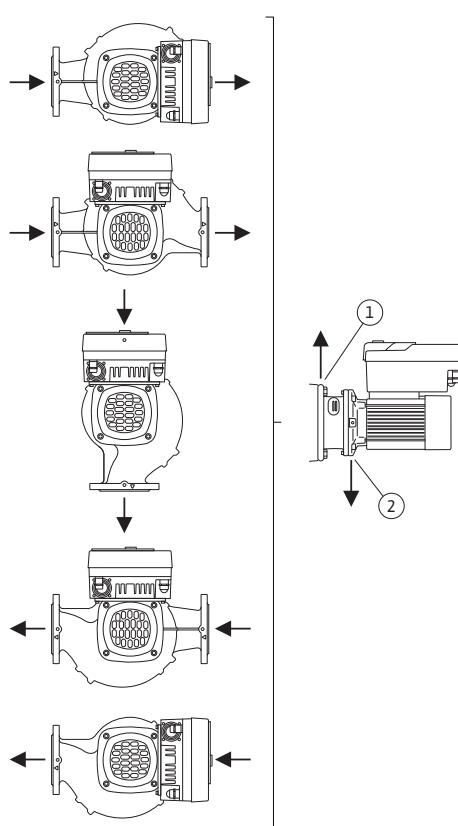

Fig. 17: Dopushteni položaji ugradnje s vodoravnim vratilom
- Kod vodoravnog vratila motora potreban je donji položaj rupe kondenzata (Fig. 17, poz. 2). Ako je potrebno, motor se mora okrenuti.